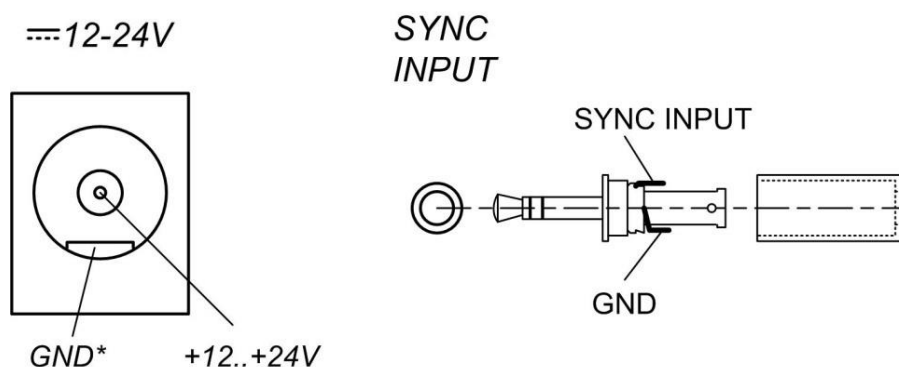

Рис. 3-7. Разъём внешнего питания и синхронизации крейта LTR-U-1-4
- разъём синхронизации (кабельная часть разъёма синхронизации – в комплекте поставки крейта, п. 2.4), рис. 3-7. Сигнал синхронизации SYNC INPUT транслируется непосредственно на вход прерывания ARM-контроллера крейта (п. 4.3);
- разъём внешнего питания $=12-24\text{V}$ (адаптер от сети $\sim 220\text{ V}$, а также запасная кабельная часть разъёма питания – в комплекте поставки крейта, п. 2.4), рис. 3-7.